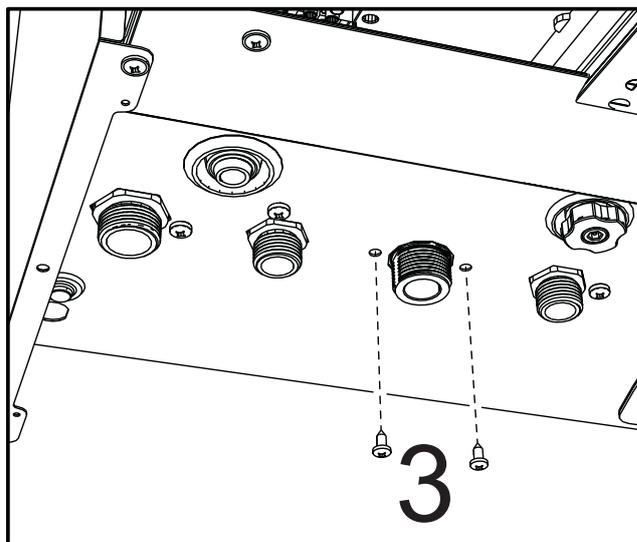

рис. 44
- Открутите винты 3 (рис. 44).